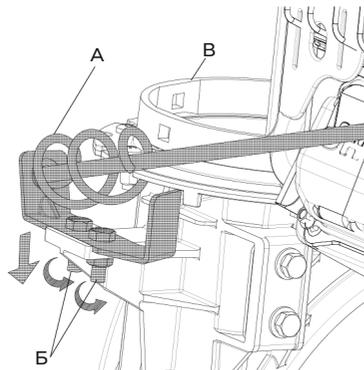
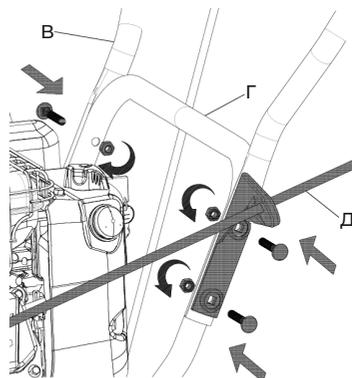

Рис. 8
Рис. 9
- Закрепите передний кронштейн рукоятки вращения желоба (рис. 8, поз. А) к посадочному месту с помощью болтов и гаек, затем затяните гаечным ключом. Убедитесь в свободном вращении без закусывания и правильном зацеплении шестерен.
- Установите верхнюю часть рукоятки (рис. 9, поз. В) на нижнюю часть рукоятки (рис. 9, поз. Г) с помощью болтов, шайб и гаек. Закрепите второй кронштейн рукоятки поворота желоба с левой стороны рукоятки (рис. 9, поз. Д), затем окончательно затяните гаечным ключом гайки как показано на (рис. 8, поз. Б):